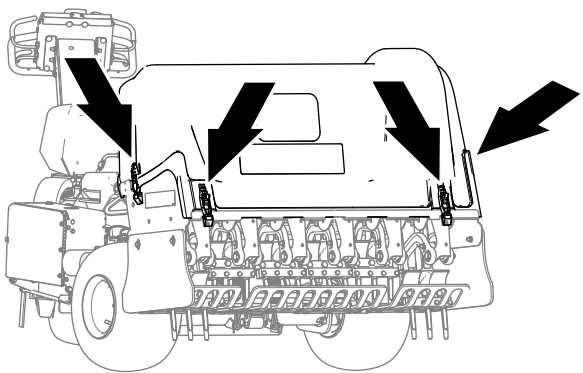
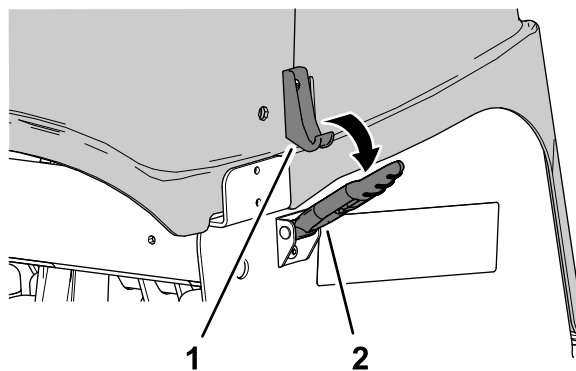

図 137
図 139
4. ラッチ全部で 4 つが操作できるようになったらラッチを解除する 図 137 と 図 139。